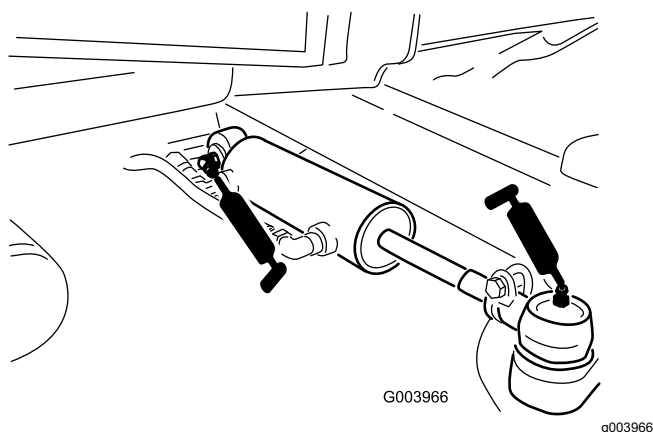

Figura 71
- Juntas esféricas do cilindro de direção (2) (Figura 71)